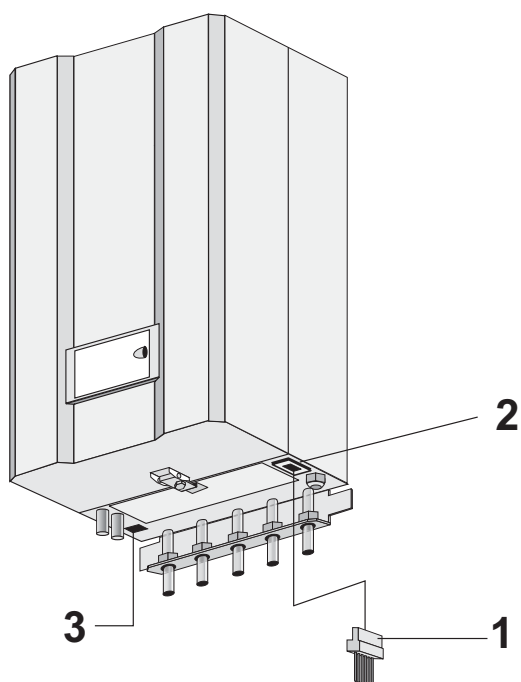

Abb. 3.4
- Sind die Anschlüsse fertig, montiert man den Anschlußblock (1) in die Buchse (2) ein (Abb. 3.4).
Eine detaillierte Diagnose und Wiedergabe des Funktionsablaufs läßt sich realisieren, indem man an den Anschluß (3) (Abb. 3.4) an einen PC anschließt. Dafür benötigt man ein spezielles Anschlusskabel und eine dazugehörige Software. Diese sind jedoch ausschließlich unseren Servicemonteuren vorbehalten.